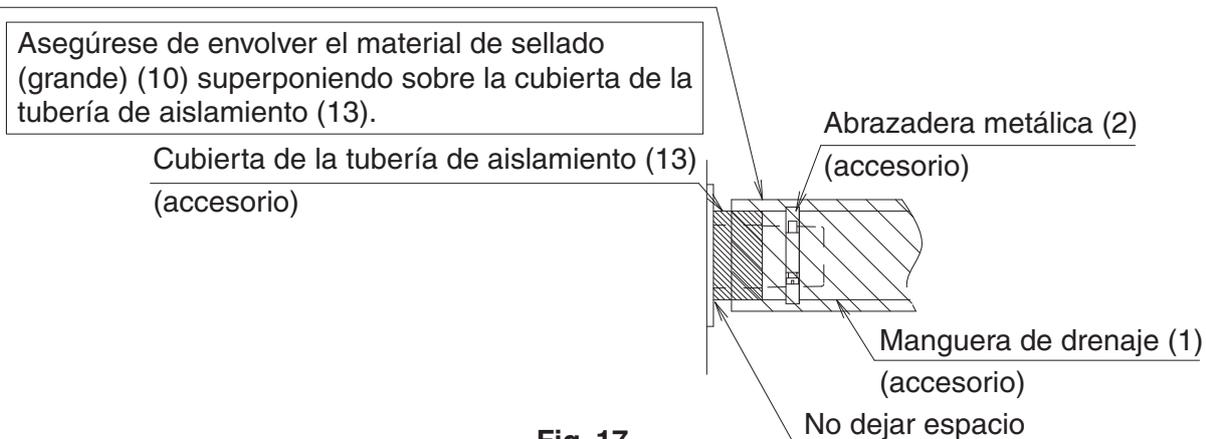
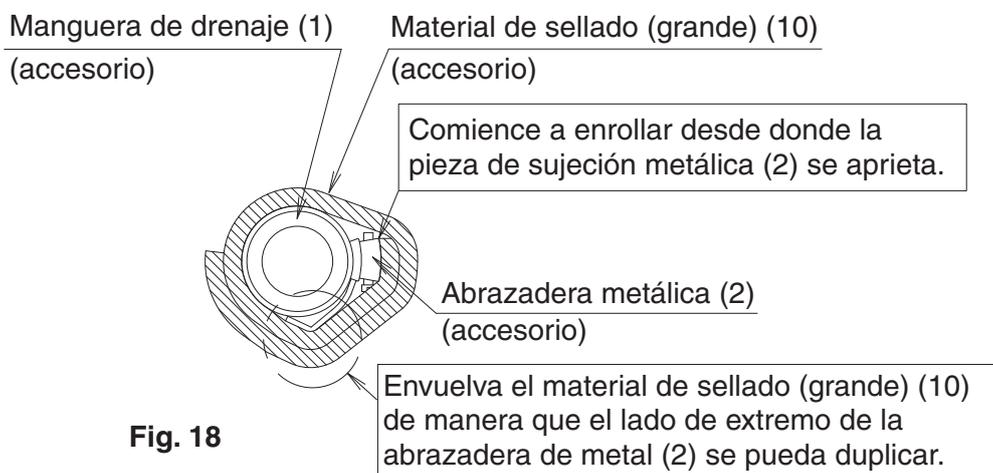

Fig. 17
Fig. 18
(3) Puede ocurrir la transpiración y dar lugar a fugas de agua. Por lo tanto, asegúrese de aislar los 2 siguientes lugares (tomas de tuberías de desagüe y drenaje que están en el interior).
Tras comprobar el drenaje, coloque la cubierta de aislamiento proporcionada (13), consultando la **Fig. 17**, y aisle la manguera de drenaje (1) y la abrazadera metálica (2) con el material de sellado suministrado (grande) (10), consultando la **Fig. 18**.